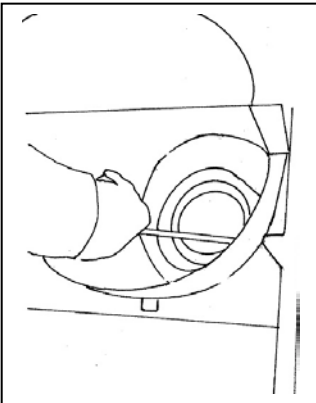

Bild 6
- Nach jeder Heizperiode sind die Verbrennungsrückstände nach Herausheben des Brennerrings (nur bei trockenem Brenntopfboden und erkaltetem Gerät) zu entfernen (Bild 6).